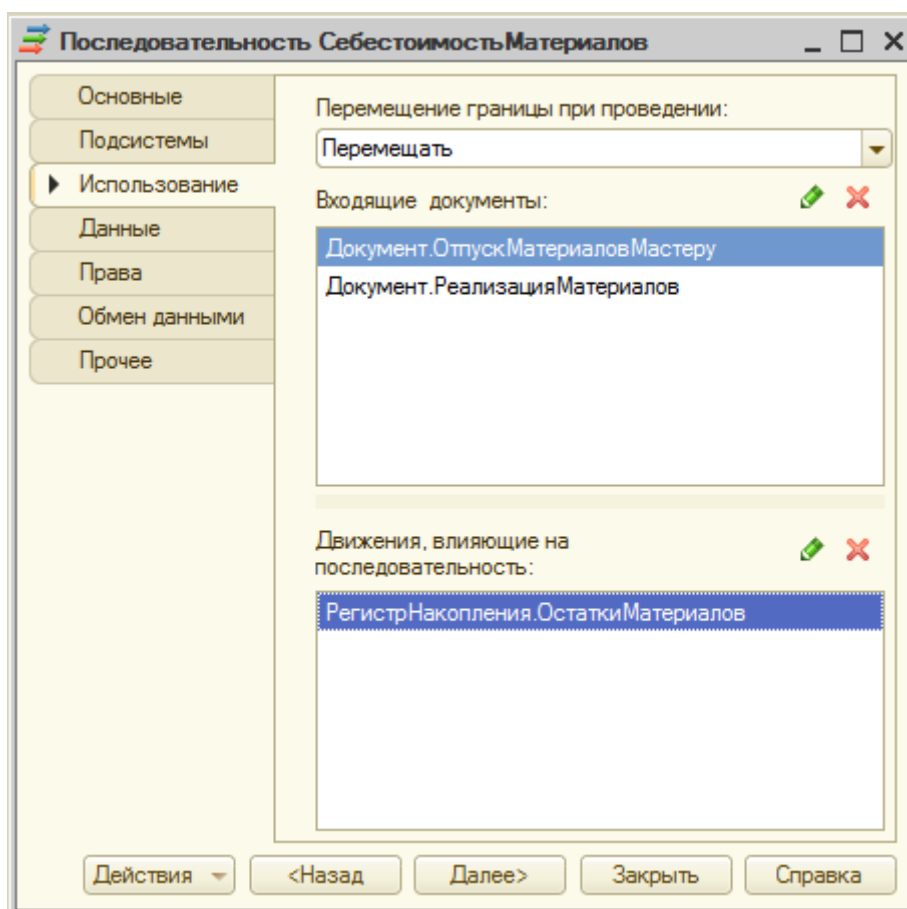

Рисунок 17.5- Настройка последовательности
9. На закладке **Использование**, рисунок 17.5., мы оставим параметр **Перемещение границы при проведении** в значении **Перемещать**, в поле **Входящие документы** внесем документы